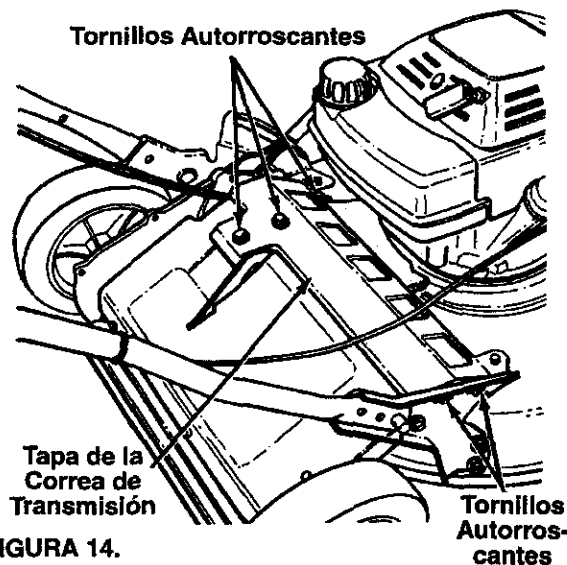

FIGURA 14.
- Quite la tapa de la correa de transmisión quitando los cinco tornillos. Vea figura 14.